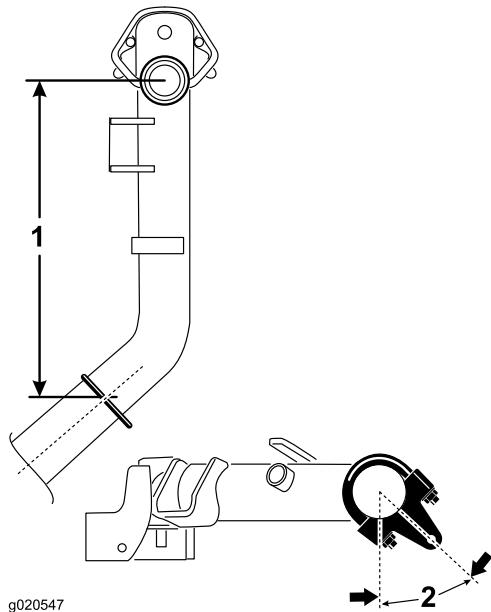

**Figura 4**
1. En los brazos de elevación 1, 4 y 5, posicione los soportes de las cadenas y los pernos en U a 38,1 cm por detrás de la línea central del pivote (Figura 4).
2. En los brazos de elevación 1 y 5, los soportes deben girarse hacia la derecha, a 10 grados de la vertical (Figura 4).
- En el brazo de elevación 4, el soporte debe girarse hacia la izquierda, a 10 grados de la vertical (Figura 4).